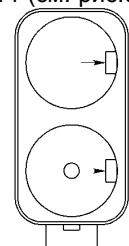

Рисунок 3. Батарейный отсек
3.4.2. Новые элементы питания (2 шт.) типоразмера D необходимо установить в отсек батарейный 14 (см. рис.8), в соответствии с полярностью, указанной на внутренней стороне крышки отсека. Для открытия крышки батарейного отсека необходимо повернуть ручку крышки в положение «ON». Для выемки разряженных элементов питания необходимо отогнуть удерживающие прижимы (показано стрелками на рис.3).